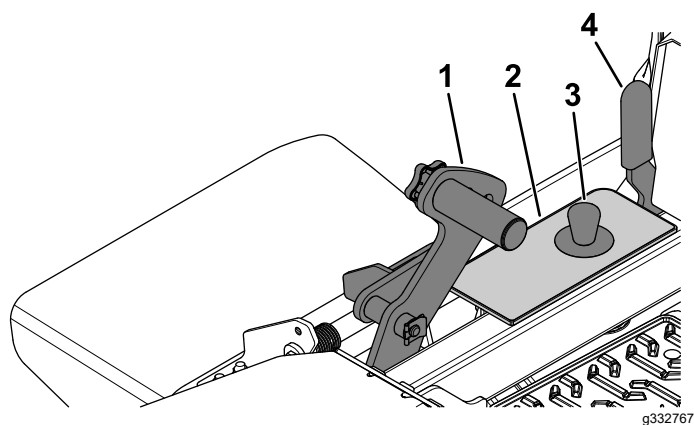

Figura 29
1. Presione el pedal de elevación de la carcasa hacia adelante del todo para bloquear la carcasa de corte en la posición de **TRANSPORTE** (que es también la posición de altura de corte de 140 mm), como se muestra en la Figura 29.
2. Para ajustar la altura de corte, retire el pasador del soporte de altura de corte (Figura 29).
3. Seleccione el taladro del soporte de altura de corte que corresponde a la altura de corte deseada, e inserte el pasador (Figura 29).